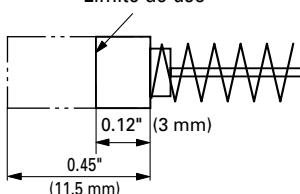

Fig. 32
4. Inspección de las escobillas de carbón (Fig. 32)